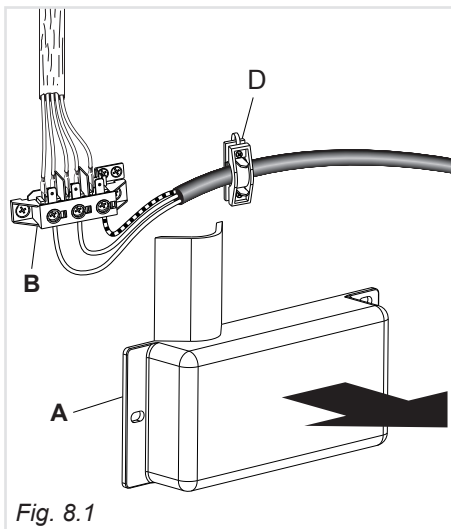

Fig. 8.1
- Svitare le viti di fissaggio della protezione "A" dietro la cucina (fig.8.1 - 8.2).
- Infilare nel fissacavo "D" il cavo di alimentazione di sezione adeguata come descritto nel capitolo "Sezione dei cavi di alimentazione" (fig. 8.1 - 8.2).
- Collegare i cavi alla morsettieria "B" secondo lo schema delle figure 8.3 e 8.4; o i cavi di fase alla morsettieria "B" ed il cavo di terra al morsetto PE (fig. 8.1 - 8.2 - 8.3 - 8.4).